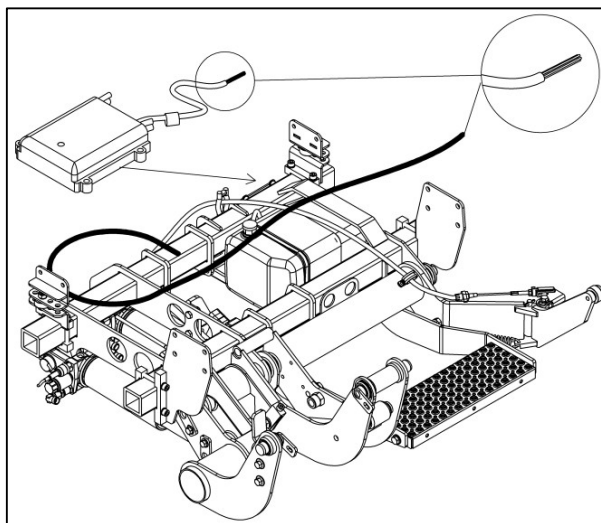

Fig. 25
- Determine la ubicación para instalación del control de mano y enrute el cable hasta la ubicación de instalación (ver Fig. 25).